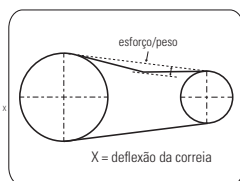

FIGURA 9.4
Correias de transmissão e motor elétrico (6) (Figura 9.4 e 9.5)